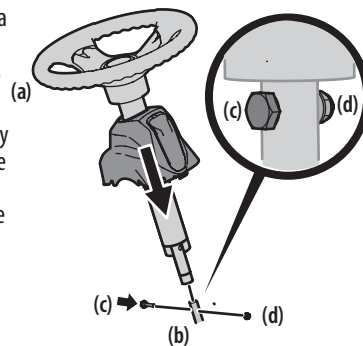

Figura 2
2. Extraiga el perno con reborde (c) y la tuerca de seguridad (d) del eje de la dirección y guárdelos para los pasos posteriores. Consulte la Figura 2.
4. Baje el conjunto del volante (a) sobre el eje inferior de la dirección (b) y sujételo mediante el perno con reborde (c) y la tuerca de seguridad (d) que extrajo previamente. Consulte la Figura 2.